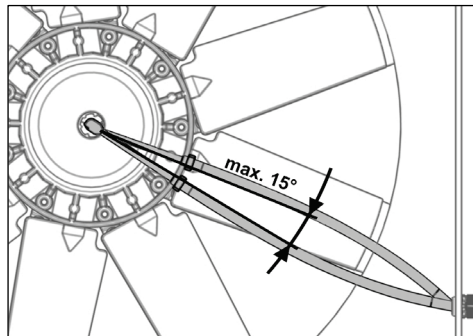

Fig. 31
- Kontroller stramningen og stram om nødvendigt trykslangen igen (se Fig. 31).